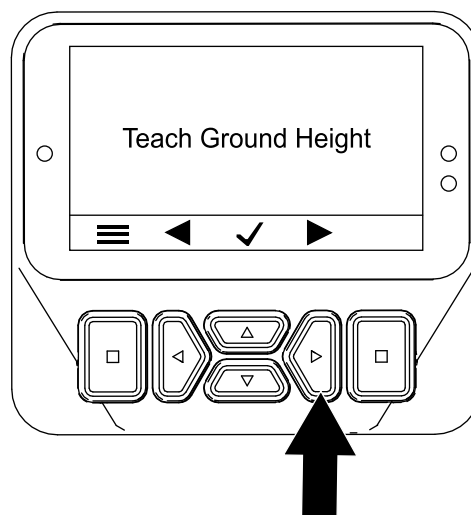

Bild 46
3. Drücken Sie die Taste „nach rechts“ zweimal, um den Bildschirm „Kalibrierung der Tines-Höhe über dem Boden“ anzuzeigen (Bild 46).